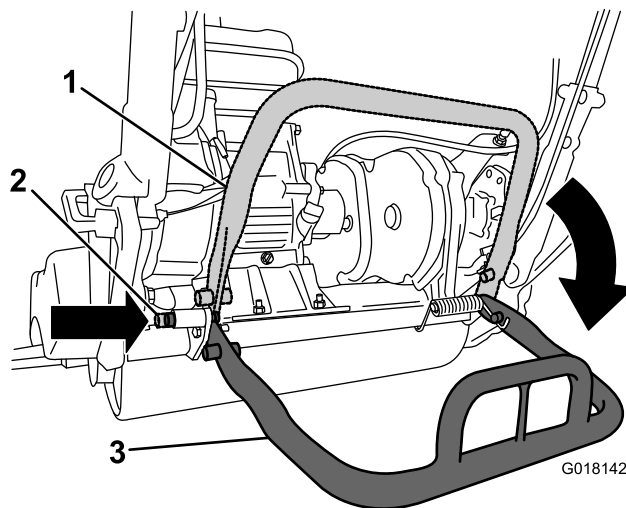

图21
- 为防止在拆卸滚刀时设备向后倾覆、应降低支撑架并推入锁定销、将支撑架锁定在维修位置（图21）。